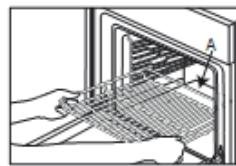

Abb. 1A
1. Schieben Sie den Rost mit dem erhöhten Teil "A" nach oben zeigend waagerecht ein (Abb. 1A, Abb. 1B).